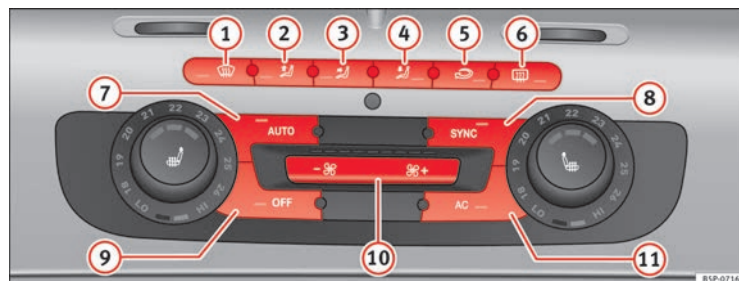

Fig. 134 Sur la planche de bord : éléments de commande du Climatronic bi-zone.
- Pour activer le mode manuel, appuyez sur l'une des touches $\Rightarrow$ fig. 134 1 à 5, ou sur les touches de la soufflante 10. La fonction sélectionnée apparaîtra sur l'écran de l'autoradio ou du navigateur.
- Appuyez sur le bouton  ⇒ fig. 134  pour activer ou désactiver le mode recyclage de l'air ambiant. Il est activé si vous voyez sur l'affichage le symbole .